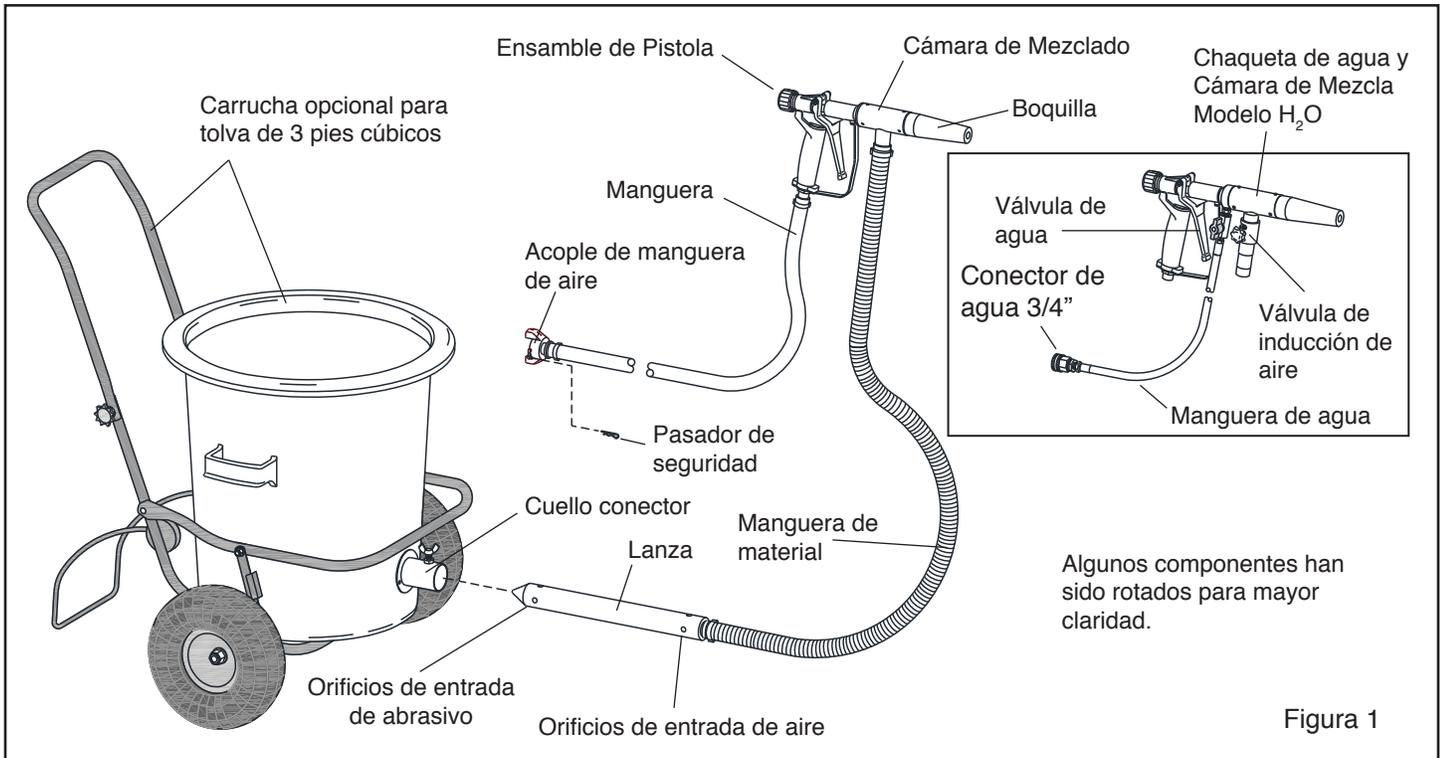

Figura 1
1.5.1.1 Los componentes de las Pistolas Potentes de Succión se muestran en la Figura 1. El ensamble de la pistola se muestra en la Figura 2 y las piezas adicionales para el Modelo H2O para chorreado húmedo se muestran en la Figura 3.